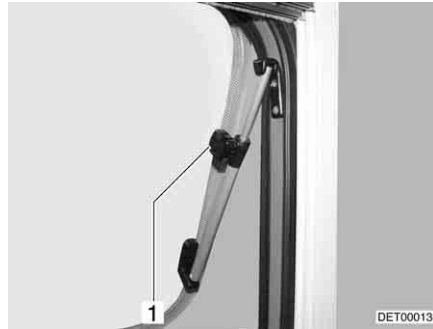

Fig. 49 Finestra apribile con deflettore a rotazione
- Finestra apribile con deflettore a rotazione: Aprire la finestra apribile fino alla posizione desiderata e fissarla mediante il pomello zigrinato (Fig. 49,1).
- Finestra apribile con deflettore a rotazione: Ruotare il pomello zigrinato (Fig. 49,1) fino a che l'arresto viene sbloccato.